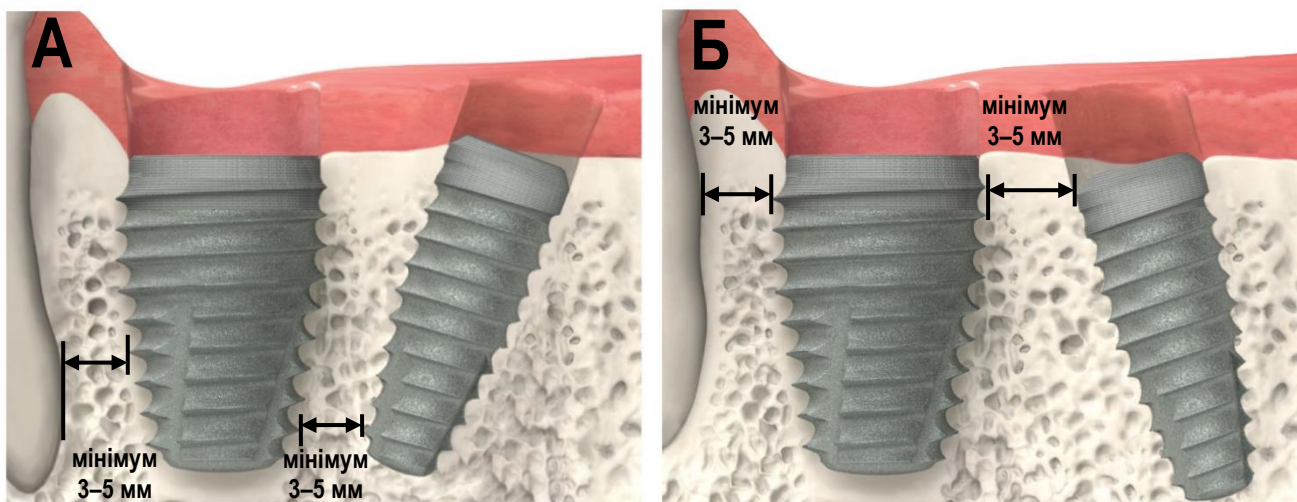

Рисунок 1. Попередження та запобіжні заходи (3)
Зубні імплантати можуть вийти з ладу з ряду причин, включно з перевантаженням через неправильну оклюзію, втому металу та надмірним затягуванням імплантату під час встановлення. Певний відсоток імплантатів може не досягти остеointegraції або не зберегти її, про що свідчатиме рухливість, і їх слід видалити. Потенційні причини перелому абатменту включають, крім іншого: вилівок під кутом більше 30 градусів, вилівок з титану за температури вище 2010 °F (1099 °C), недостатню підтримку імплантату при прикріпленні до пародонтологічно пошкоджених зубів, неактивну посадку супраструктури, неповну посадку цементованих абатментів та надмірний проміжок консольних мостів. Імплантати малого діаметра з кутовими або прямими абатментами призначені для передньої частини рота і не призначені для задньої частини рота через можливий вихід імплантату з ладу. Імплантати Коренеподібний ІМ (Tapered IM) (1) обмежені ділянкою моляра; (2) обмежені лише одним імплантатом на місце видалення моляра; (3) повинні розташовуватися на відстані 3-5 мм від сусідніх імплантатів або зубів, при цьому відстань від апікальної частини імплантату до сусіднього імплантату або точки контакту імплантату з зубом має становити 3 мм до корональної частини альвеолярного гребеня (**Рисунок 1**); (4) має бути щонайменше 1,5 мм від щічної або лінгвальної альвеолярної поверхні, щоб забезпечити адекватну інтеграцію; і (5) використовуються, коли хірург визначив, що розміщення імплантату меншого діаметру збільшить імовірність несприятливого результату через низьку первинну стабільність або збільшення кількості хірургічних процедур, що призведе до ускладнень.